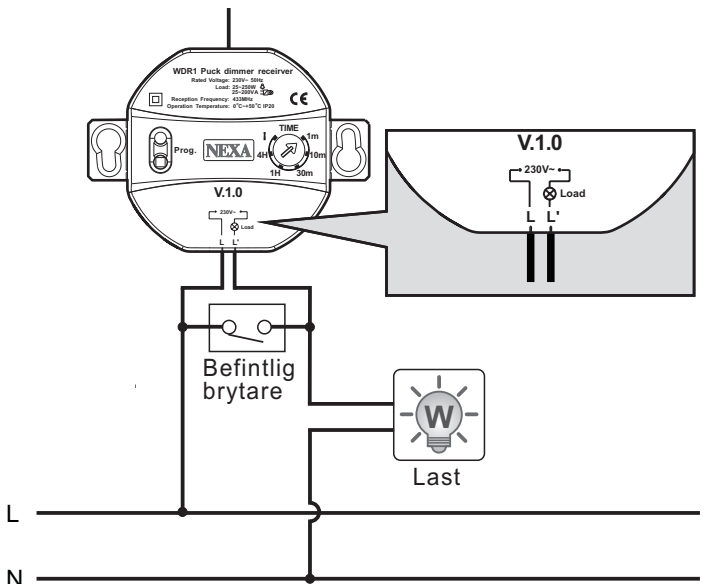

fig.3
3.3.1 För koppling av belysning (se fig.3).
- 3.4.1.2 Följ kopplingsschema (se fig.3) för kabelanslutning.
- 3.4.2.2 Följ kopplingsschema (se fig.3) för kabelanslutning.